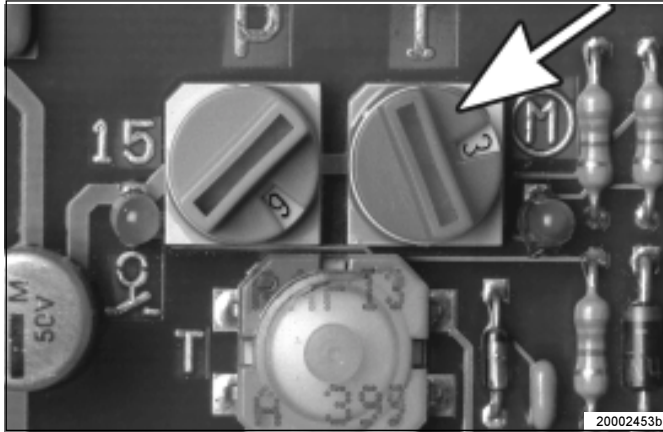

Abb. 10: - Drehschalter, Arbeitszeit
- beim Ausschalten des Fahrtschalters gespeichert und aufaddiert. Dies geschieht solange, bis die, an dem roten Drehschalter, siehe Abb. 10, eingestellte Zeit, erreicht ist. Danach beginnt der Schmierzyklus von vorne.